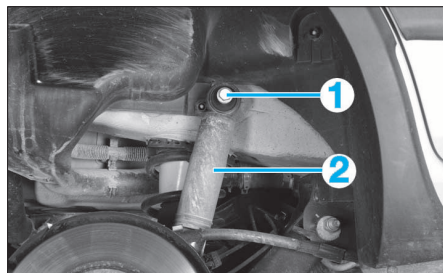

FIG. 25
- Dévisser la vis de fixation supérieure (1) de l'amortisseur (2) (Fig.25).